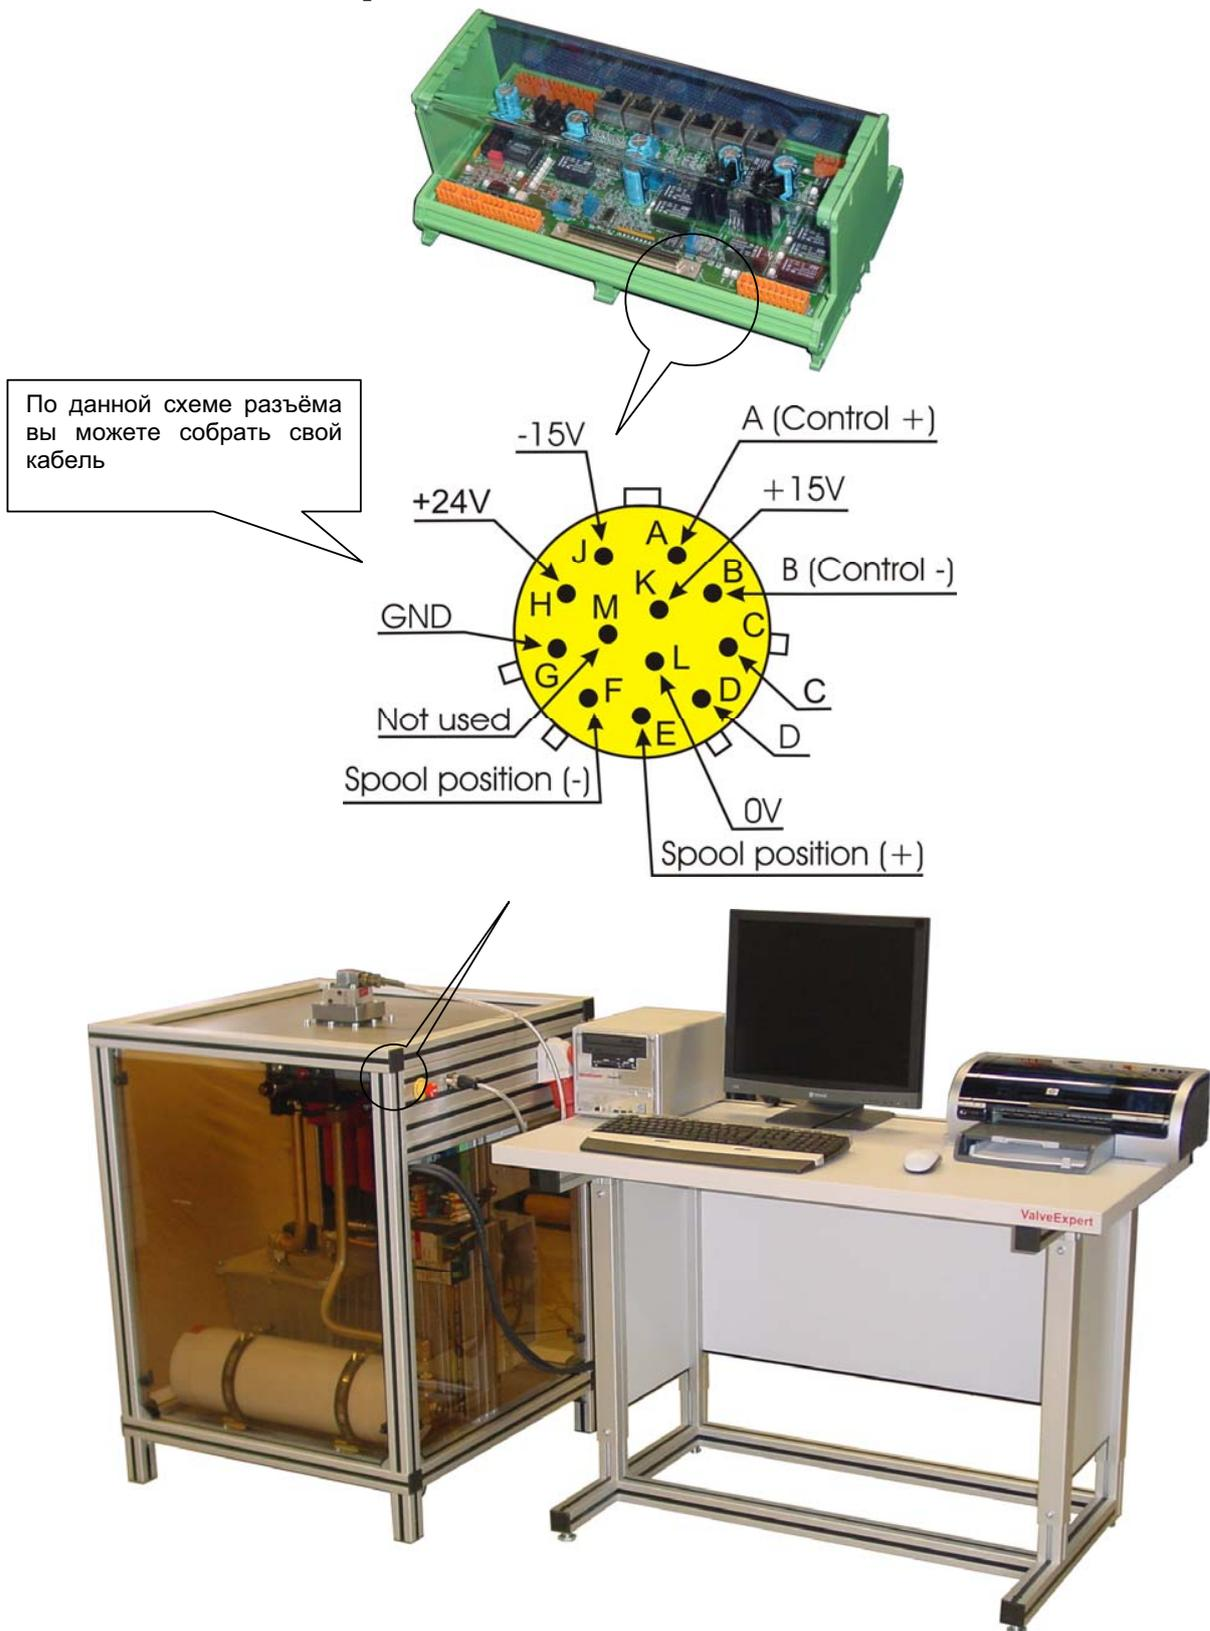
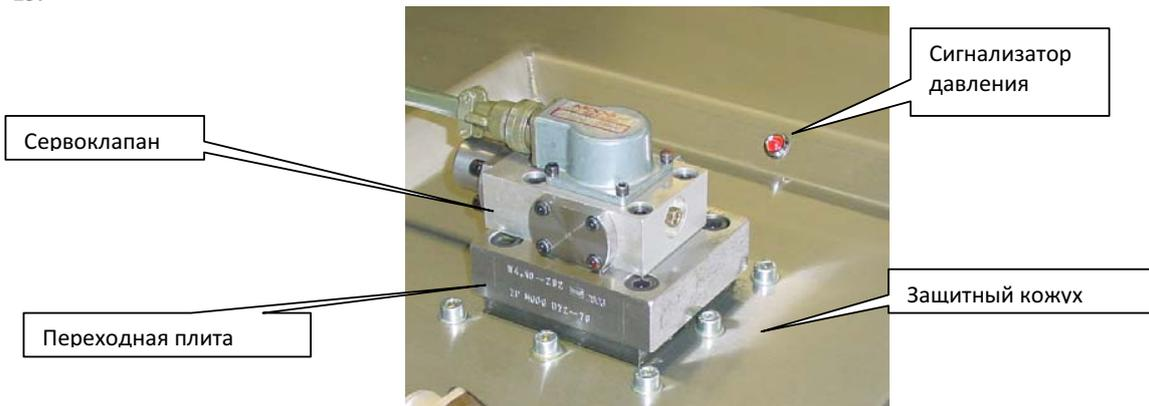

Рис. 6. Разъём сервоклапана
Рис. 27. Вид стенда ValveExpert сверху
Для подключения сервоклапанов к стенду ValveExpert по заявке покупателя может быть поставлен комплект кабелей. Каждый кабель имеет два разъёма: один для подключения к стенду, другой – для подключения к сервоклапану. Схема разъёма стенда приведена на рис. 6. Схемы наиболее часто используемых разъёмов сервоклапанов приводятся ниже.
10. Задайте давление (Рис. 22). Загорится лампочка на кожухе стенда (Рис. 27). Медленно повышайте давление и следите, нет ли течи. Чтобы сбросить давление, можно выключить электропитание, выключить электромотор, перевести клапан переключения в положение Filtration, установить давление на нуль, закрыть программу или включить аварийный сброс (Рис. 6).